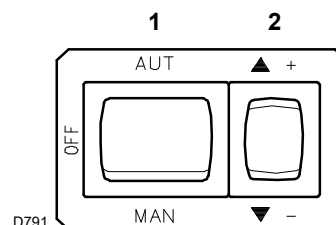
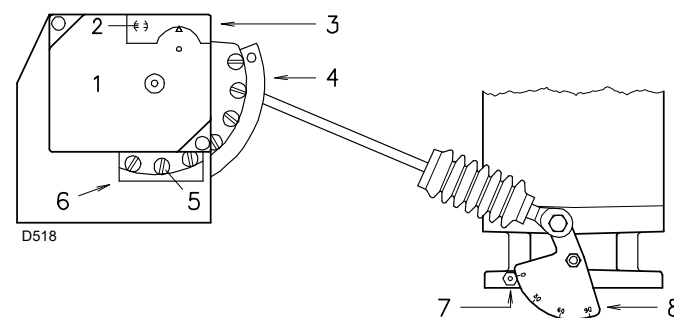

Abb. 29
Abb. 31
Die Fernsteuerungen einschalten und den Schalter 1)(Abb. 29) auf "MAN" stellen.
Die Taste 2)(Abb. 29 auf Seite 23) "Verringern der Leistung" (▼ -) drücken und gedrückt halten, bis der Stellmotor die Luftklappe geschlossen und die Gasdrossel auf 20° eingestellt hat (werkseitig durchgeführte Einstellung).
- Wenn die Leistung erhöht werden soll, die Taste 2)(Abb. 29 auf Seite 23) "Erhöhen der Leistung" (▲ +) drücken (Öffnen der Gasdrossel um 10-15°), den Winkel des Nockens III (Abb. 28 auf Seite 23) mit kleinen Verstellungen schrittweise erhöhen, d.h. vom Winkel 20° auf 22° - 24° ... bringen.
Fortlaufend das Anfangsprofil des Nockens 4)(Abb. 31) durch Drehen an den Schrauben des Nocken verändern, die im Innern der Öffnung 6) erscheinen. Die erste Schraube wenn möglich nicht drehen: mit dieser wird die Luftklappe ganz geschlossen.
Legende (Abb. 31)
In der vorherigen Beschreibung war der Brenner eingeschaltet geblieben, und funktionierte bei MIN-Leistung. Drücken Sie nun die Taste 2) (Abb. 29 auf Seite 23) "Erhöhen der Leistung" (▲ +) und halten diese gedrückt, bis der Stellmotor die Luftklappe und die Gasdrossel bei 90° geöffnet hat.
Fortlaufend das Endprofil des Nockens 4)(Abb. 31) durch Drehen an den Schrauben des Nocken verändern, die im Innern der Öffnung 6) erscheinen.
Drücken Sie ein wenig die Taste 2)(Abb. 29 auf Seite 23) "Erhöhen der Leistung" (▲ +) in der Weise, dass eine neue Schraube 5)(Abb. 31) in der Öffnung 6)(Abb. 31) erscheint, und stellen an dieser, bis Sie eine optimale Verbrennung erhalten. Mit den anderen Schrauben ebenso verfahren.
Den Brenner durch Betätigen des Schalters 1)(Abb. 29 auf Seite 23), OFF-Stellung, abschalten, den Nocken mit variablem Profil durch vertikale Positionierung des Schlitzes 2) (Abb. 31) zum Stellmotor entsperren, und den Nocken mehrmals von Hand vor- und zurückdrehen: die Bewegung muß sanft und ungehindert erfolgen.